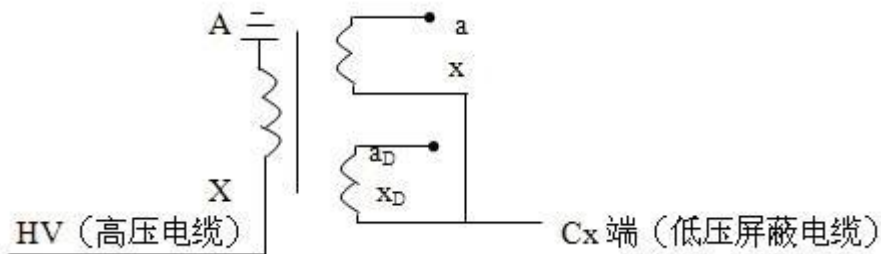

图 9 末端加压法接线
3) 末端加压法（正接线方式）见图 9 所示，此方法受 X 点耐压限制，只能施加 2.5~3kV 电压，同样，电容值误差较大。